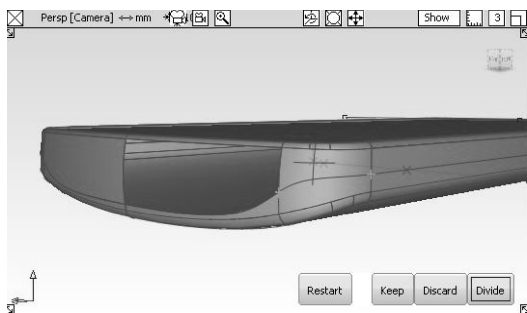

图 8-26 剪切曲面
- 30 选择【Trim】工具, 获得投影曲线的侧面, 在剪切操作过程中同样要单击【Divide】按钮, 分隔曲面, 如图 8-26 所示。